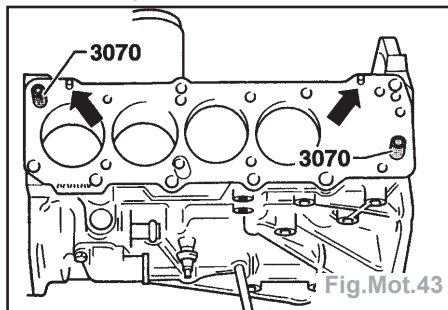

Fig.Mot.43
- les pivots de centrage dans les trous 9 et 10 (Fig.Mot.43),